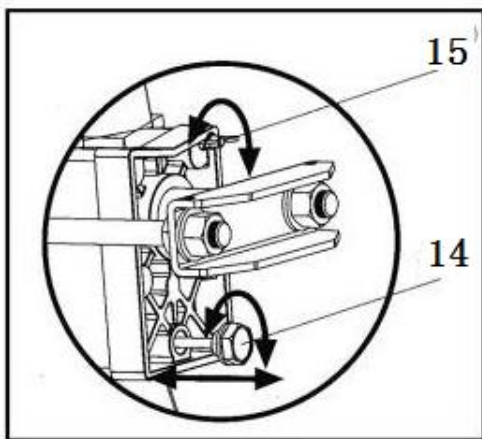

Fig.10
Avant de faire fonctionner le fendeur de bûche, la vis de purge (15) Fig. 10, doit être desserrée de quelques tours jusqu'à ce que l'air puisse sortir de et entrer tranquillement dans le réservoir d'huile.